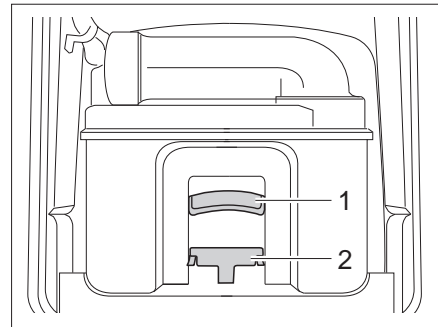

Fig. 269 Cassette Thetford
- Tirer l'étrier de fixation (Fig. 269,2) vers l'avant pour déverrouiller la cassette de toilette et extraire la cassette par la poignée (Fig. 269,1).